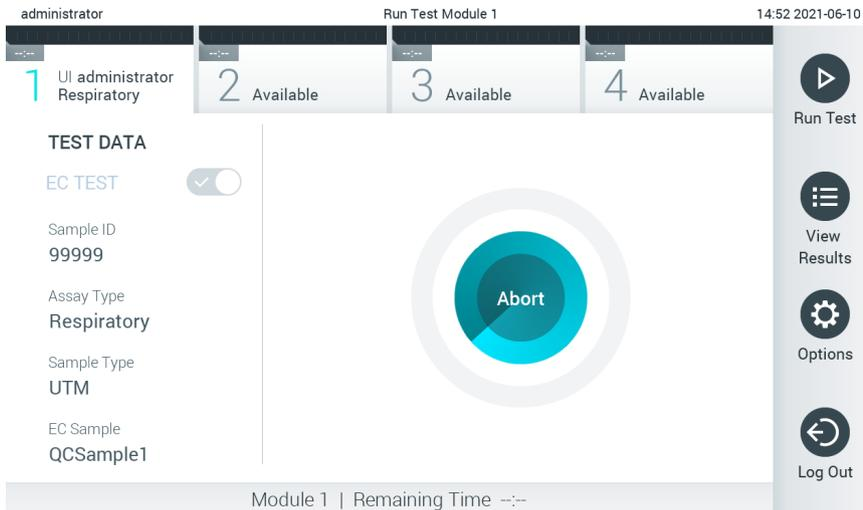

Figura 95. Schermata di esecuzione del test e del tempo rimanente.
10. Dopo aver rilevato la cartuccia d'esame QIAstat-Dx, il QIAstat-Dx Analyzer 1.0 chiuderà automaticamente lo sportellino della porta di ingresso della cartuccia e avvierà l'esecuzione del test. Non è richiesta alcuna ulteriore azione da parte dell'operatore. Mentre è in corso il test, sul touchscreen viene visualizzato il tempo rimanente (Figura 95).